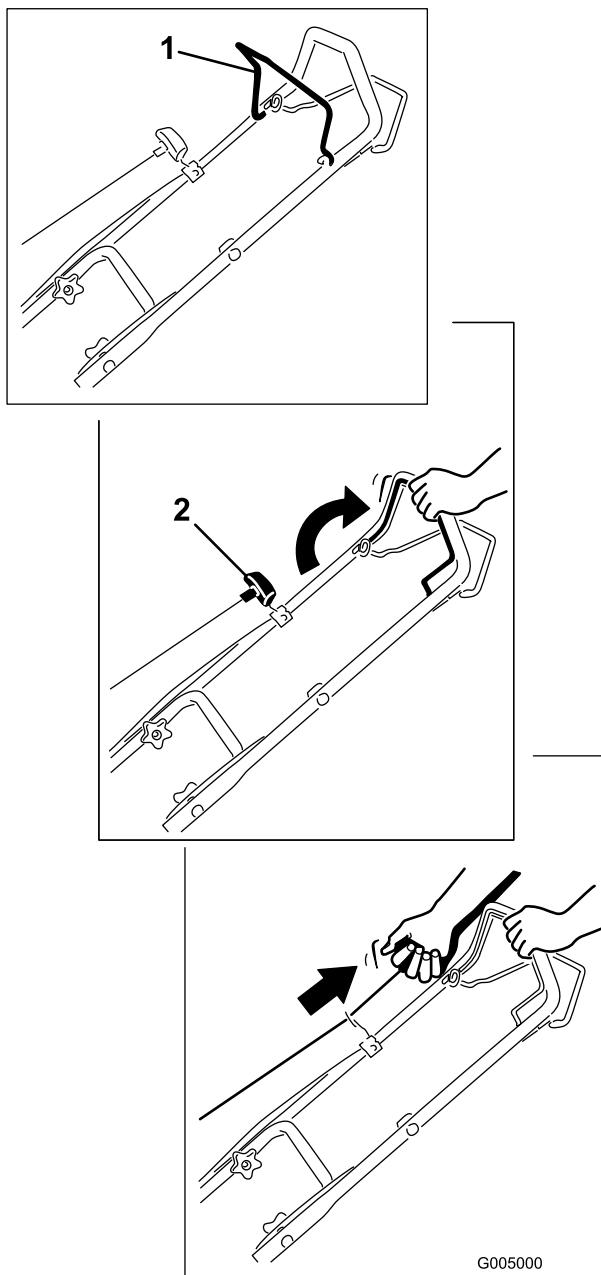

Figura 10
- Sujete la barra de control de la cuchilla contra el manillar (Figura 10).
2. Tire suavemente del arrancador hasta que note resistencia, luego tire con fuerza. Deje que la cuerda vuelva lentamente al manillar (Figura 10).